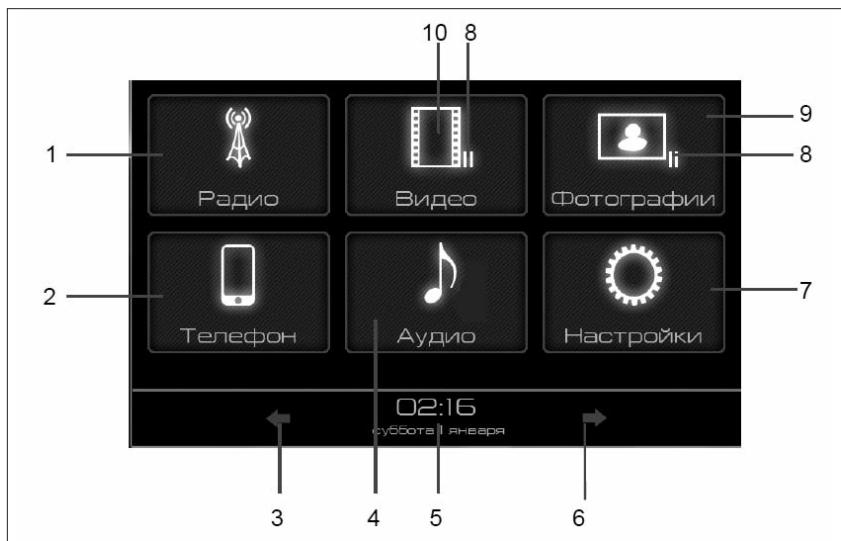

Рис. 2. Окно главного меню
2.5.1 После первого включения радиоприёмника или перезагрузки на дисплее радиоприёмника отображается главное меню (рис. 2).
- кнопкой **Радио** в главном меню (рис. 2);
- нажатие кнопки **Аудио** (рис. 2);
Примечание. При нахождении режима **Аудио** в состоянии «пауза» (индикатор 8, рис. 2) повторный вход в режим **Аудио** переведет радиоприемник в режим проигрывания аудиофайла с места остановки прослушивания.